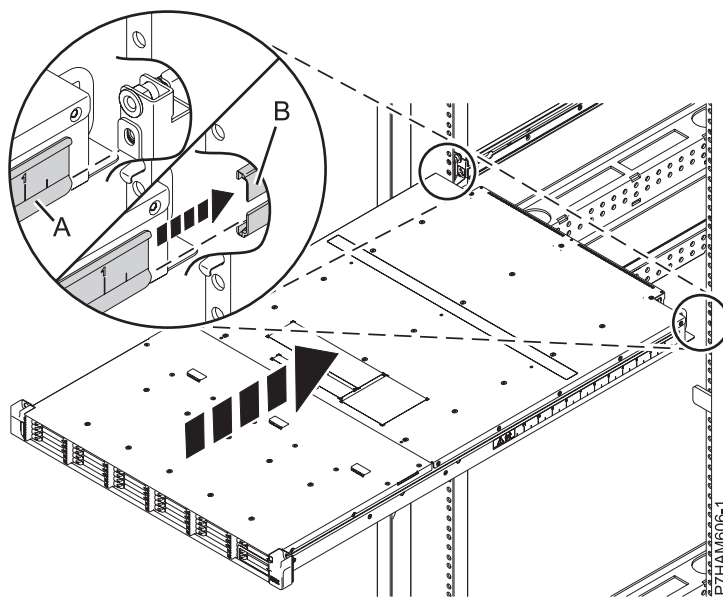

Figure 14. Insertion du boîtier dans les glissières
- c. D'un côté du boîtier, insérez le rail de guidage du châssis (A) dans l'âme de la glissière (B) comme illustré à la figure 14. Répétez cette opération sur l'autre côté.